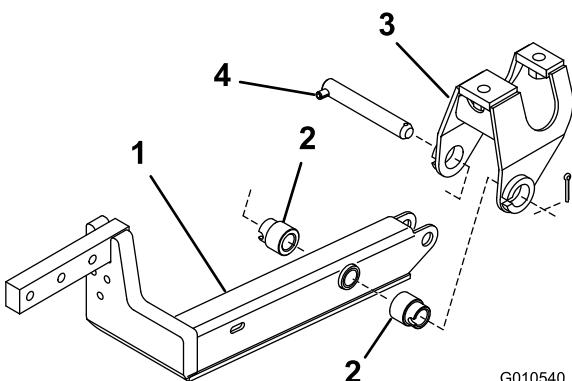

Figure 2
- Installez un bras de relevage sur le support de pivot à l'aide de 2 entretoises, d'un axe de pivot et d'une goupille fendue (5/32 x 1-3/4 po). Installez le bras de relevage avec le coude placé vers l'extérieur (Figure 2).